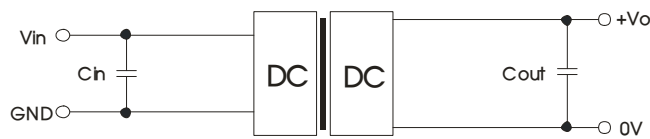

图 3
①若要求进一步减少输入输出纹波, 可在输入输出端连接一个电容滤波网络, 应用电路如图3所示。
②但应注意选用合适的滤波电容。若电容太大, 很可能会造成启动问题。对于每一路输出, 在确保安全可靠工作的条件下, 推荐容性负载值详见表1。